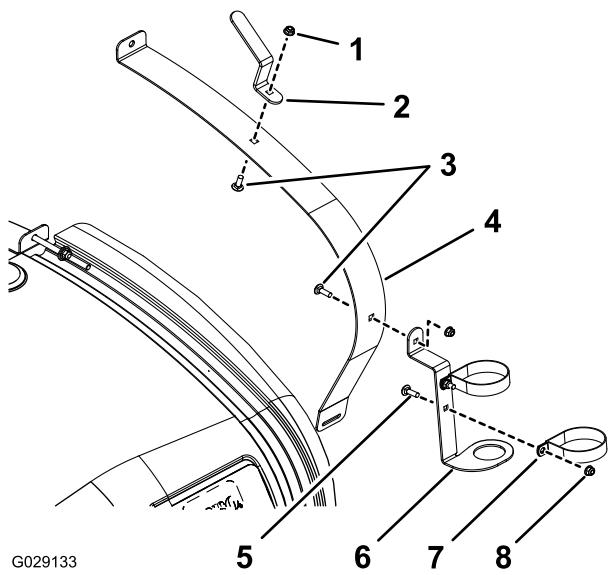
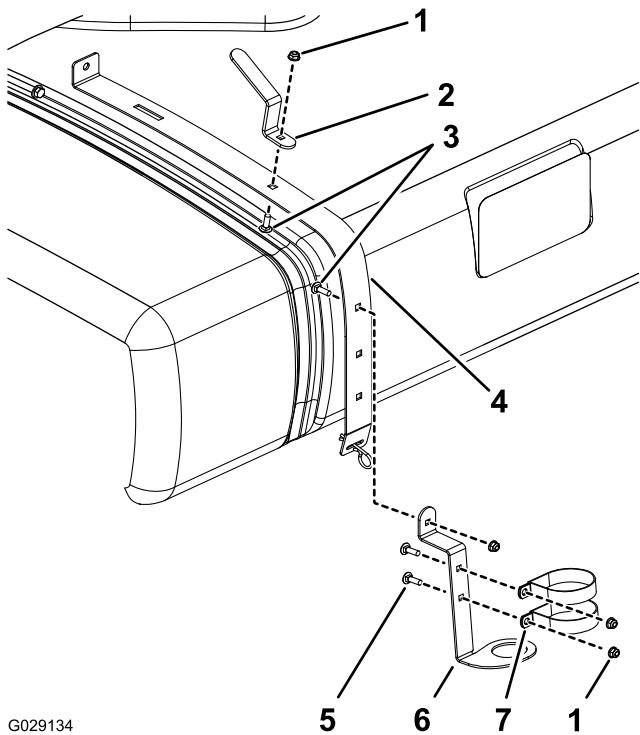

Figura 1
Figura 2
- No Multi Pro 1750 e Multi Pro 5800, solte correia frontal, do lado direito (Figura 1).
- No Multi Pro WM, solte correia traseira, do lado direito (Figura 2).
- 2. Instale os grampos em R, o suporte da pistola de pulverização e gancho do tubo como se mostra na Figura 1 ou na Figura 2 utilizando um parafuso de carroçaria, anilha chata e porca de cabeça de flange.